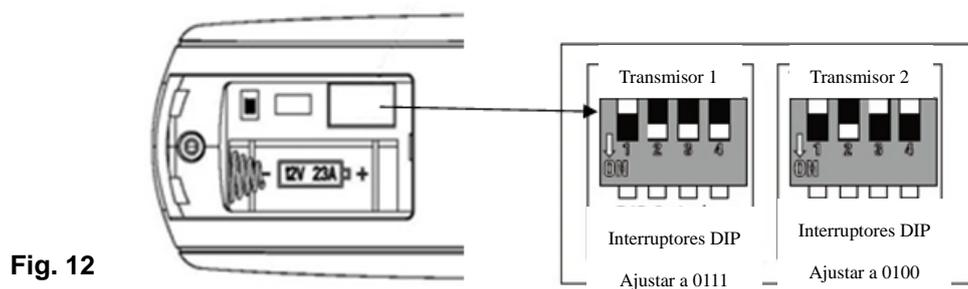

Fig. 12
- Instale la batería de 12 V CC en el compartimento. Asegúrese de instalarla con la polaridad correcta. **Fig. 12**